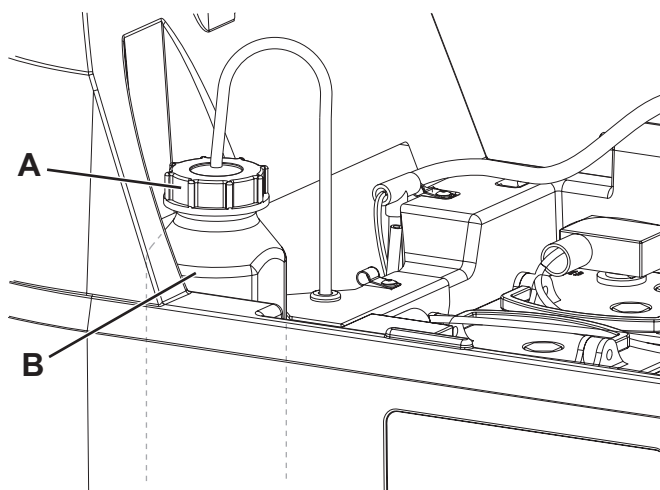

Рис. 10
2. Убедитесь, что машина отключена и ключ зажигания (41) извлечен (при наличии).
3. Поднимите крышку (34) и проверьте, что бак (33) пуст, иначе опорожните его с помощью сливного шланга (12).
4. Закройте крышку (34).
5. Возьмитесь за ручку (16) и осторожно поднимите бачок (33).
6. Открутите крышку (А, Рис. 10) бака моющего средства (В).